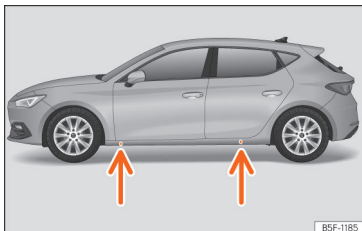

Abb. 242 Aufnahmepunkte für den Wagenheber.
- Suchen Sie am Längsträger die Markierung des Wagenheberaufnahmepunktes (Eindrückung), die dem zu wechselnden Rad am nächsten liegt >>> [Abb. 242].